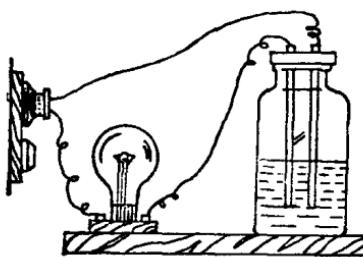

图 1 试验物质导电性的装置
试验物质导电性的装置，如图 1。
(1) 在 7 个烧杯中，分别盛有 10 克硝酸钾晶体、10 克氢氧化钠晶体、10 克氯化钠晶体、10 克蔗糖、20 毫升酒精、20 毫升稀硫酸、20 毫升蒸馏水。分别按图 1 装置，接通电源后，观察灯泡是否发光。
(2) 在盛有硝酸钾晶体、氢氧化钠晶体、氯化钠晶体和
蔗糖的烧杯中，各加入 25 毫升蒸馏水，轻轻搅拌成溶液。再分别按图 1 装置，接通电源，观察灯泡是否发光。